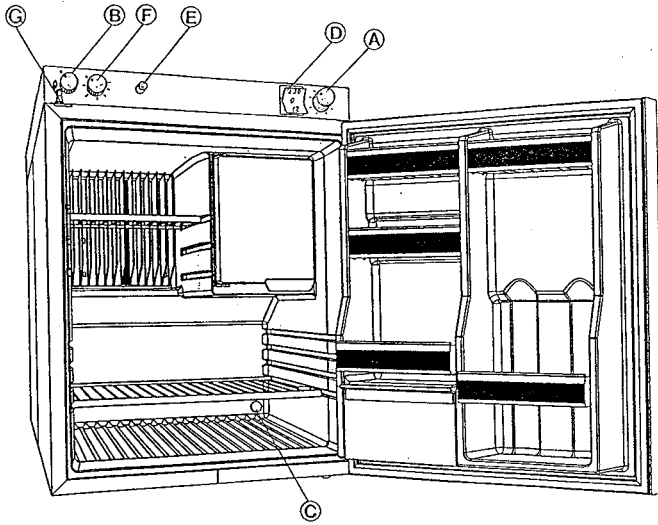

Fig 1
Einschalten (Fig. 1)
Ausschalten (Fig. 1)
11. Gasarmatur (Fig. 1)
12. Zünden des Gasbrenners (Fig. 1)